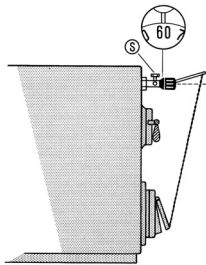

Bild 2 / Fig. 2 / Fig. 2
Der Regler kann waagrecht oder senkrecht eingebaut werden. Bei **waagrechtem Einbau** muss die Sechskantschraube (S) senkrecht nach oben zeigen. Für die Einregulierung gelten **die roten Zahlen und die rote Marke** (Bild 2).
The controller can be installed either vertically or horizontally. When **installed horizontally**, the hexagon screw (S) must point upwards. For control in this position, **the red figures and the red mark** are used (Fig. 2, page 2).
Le régulateur peut être monté en position horizontale ou verticale. Pour le **montage horizontal**, la vis 6 pans (S) occupe une position verticale. **Les chiffres et les repères rouges** servent au réglage (fig. 2, page 2).
Set required flow temperature using the knob. Allow the boiler to heat up slowly until the set temperature is reached. Arrange the lever arm so that short section with the bore for the chain **points to the front, lies approximately horizontal (dotted line in Figs. 2 and 3) and is positioned as precisely as possible over the chain mounting point.**
La température du départ désirée est réglée à l'aide du bouton de réglage ; monter progressivement la température de la chaudière jusqu'à ce que la température affichée soit atteinte. A partir de ce moment, le levier peut être positionné horizontalement et verticalement, de façon à ce que la section la plus courte, portant le trou de fixation de la chaînette, soit dirigée **vers l'avant dans une position approximativement horizontale (ligne discontinue fig. 2 et 3), de sorte qu'elle soit alignée avec la fixation de la porte de tirage.** Ce réglage effectué, immobiliser en serrant la vis de fixation (2). Veiller à ce que la vis prenne appui sur une face plate et non sur un angle du levier. En dernier lieu, régler la chaînette de telle sorte que la porte d'aération maintienne une ouverture d'environ 1 mm au moment où la température affichée est atteinte.